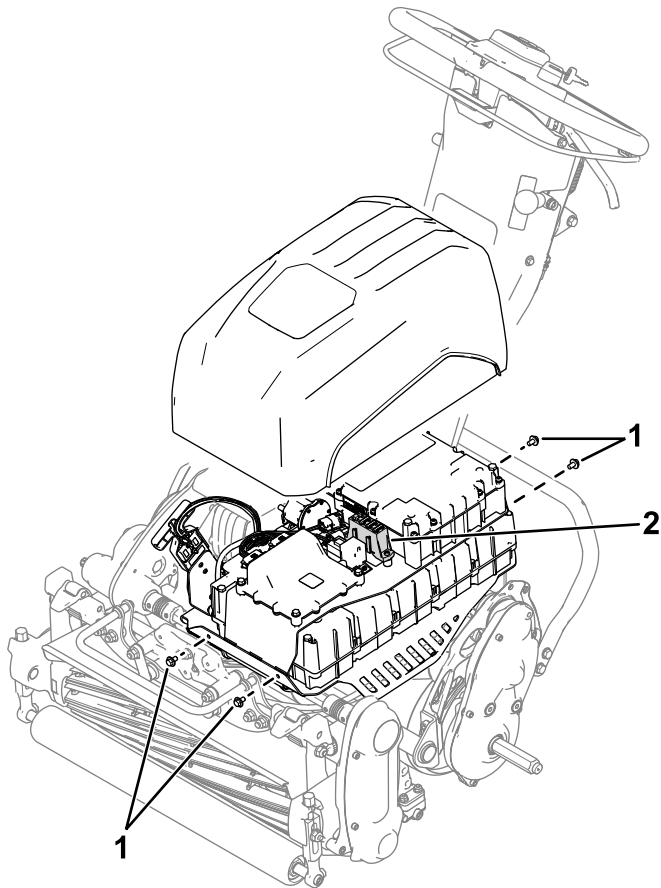

Figura 21
2. Retire los 4 tornillos (Figura 21) que sujetan la cubierta de la batería y retire la cubierta.